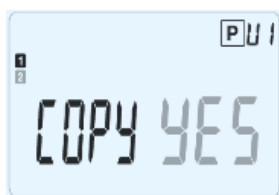

Fig. 19
- a. scegliere il simbolo "vado a letto" , corrispondente a fine giornata, per terminare; il termostato vi chiederà di copiare il programma della giornata, che avete appena impostato e deciso di chiudere, sulle giornate seguenti, come si vede in Fig. 19: